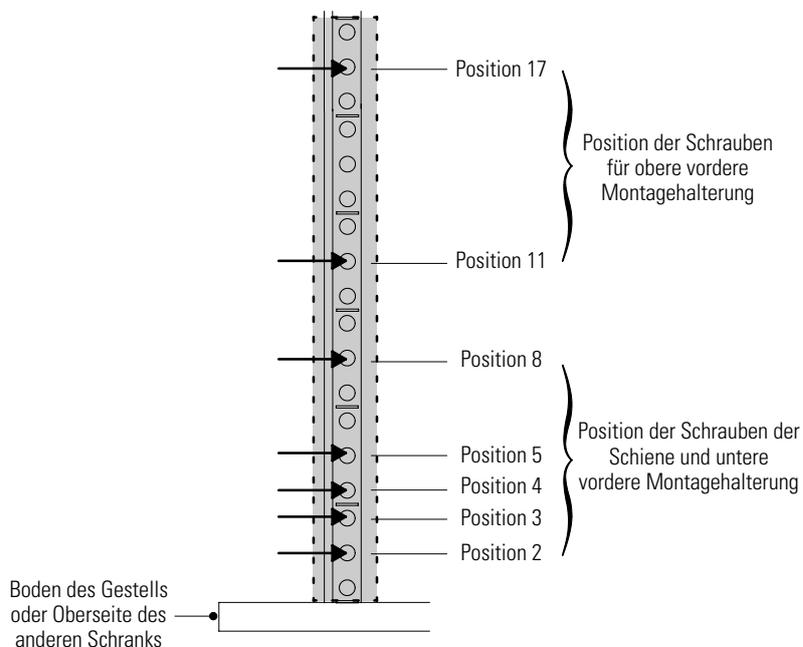
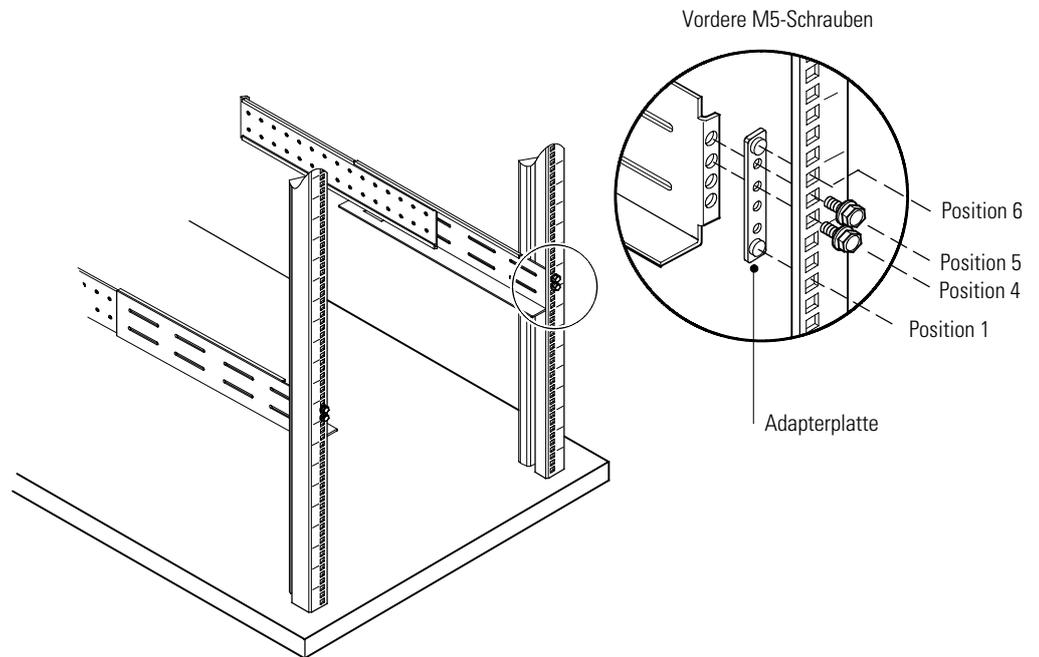

Abbildung 14. Position der Schrauben der vorderen Schiene für die USV
Abbildung 15. Befestigen der vorderen Schiene
1. Für die Positionierung der USV im Gestell die passenden Bohrungen auswählen (siehe Abbildung 14).
3. Die Schiene mit zwei M5-Metallschrauben und Adapterplatte an der Vorderseite des Gestells befestigen (siehe Abbildung 14 und Abbildung 15).